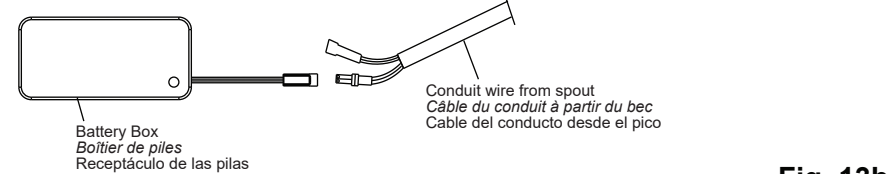

Fig. 13b
15. Connect solenoid to conduit wire. See Figure 13b.
15. Connectez le solénoïde au câble du conduit. Voir la figure 13b.
b) Connect battery box to conduit wire. See Figure 13b.
b) Connectez le boîtier de piles au câble du conduit. Voir la figure 13b.